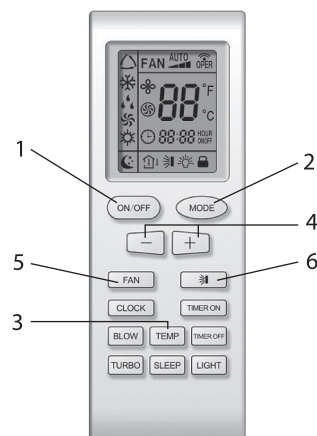

Рис. 3
5.4 Порядок управления (Рис. 3)